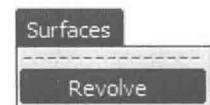

图 1-11
8) 选中刚刚绘制的曲线，在菜单栏中单击 Surface（曲面）→Revolve（旋转）→□（选项窗口）命令，打开“旋转命令”的选项窗口，如图 1-11 所示。